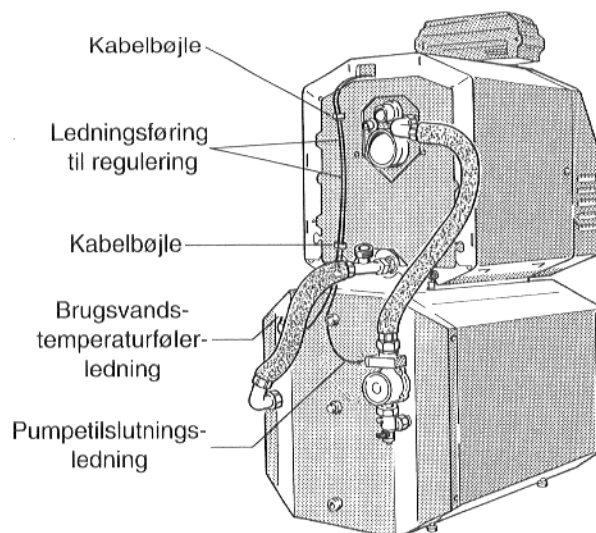

Fig. 14
- Reguleringen monteres (montagevejledning for kedel; Fig. 14).
- Brugsvandstemperaturfølerledning og pumpetilslutningsledning monteres omhyggeligt (montagevejledning for kedel hhv. for brugsvandsopvarmningsbeholder). Ledningerne fastholdes i kabelbøjlerne på kedlens bagside (Fig. 14).